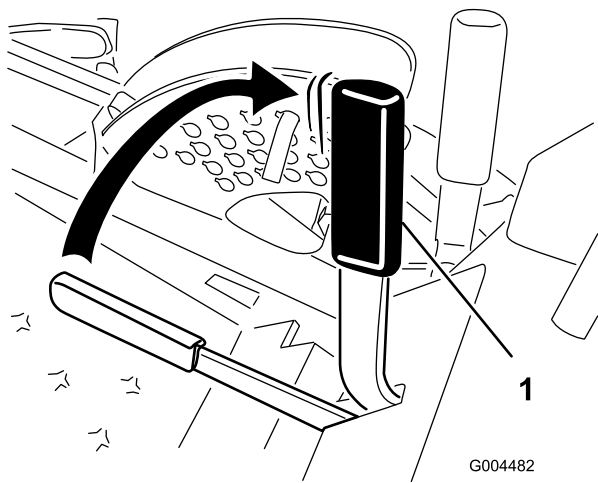

図 14
2. 駐車ブレーキ(図 14)を後ろに引き上げて、駐車ブレーキを掛ける。駐車ブレーキ・レバーが確実に固定されたのを確認する。
ブレーキ・レバーを前に倒して解除する（図 14）。